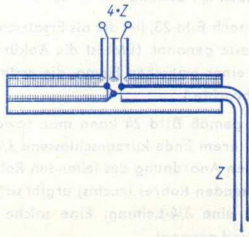

Bild 30
**Bild 30** (Schnittzeichnung) veranschaulicht, wie der Sperrtopf nach Bild 22 mit einem **Symmetriertopf (Lindenblatt-Symmetriertopf)** zu einem eigentlichen Symmetrierglied ergänzt wird.